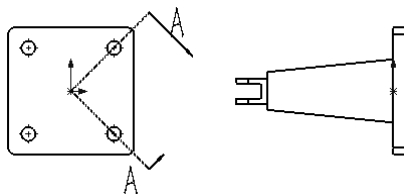
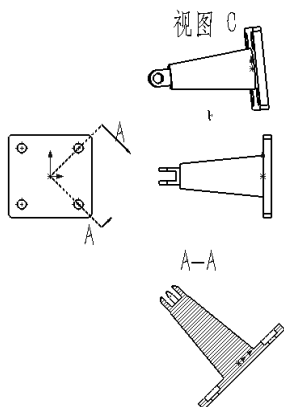

图 6-33 投影视图
图 6-34 辅助视图
**04** 依次在“工程图”操控板中单击“投影视图”和“辅助视图”按钮，在绘图区放置对应视图，得到的结果如图 6-33 和图 6-34 所示。